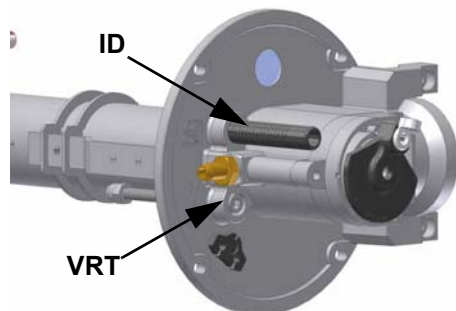
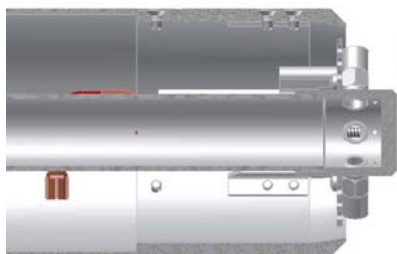

Fig. 31
Fig. 32 - Testa tutta in avanti
- 2 il bruciatore viene regolato in fabbrica con la testa di combustione in posizione "tutta avanti" per ottenere bassa emissione di NOx (Fig. 32). Per posizione "tutta avanti" della testa, si intende verso l'interno della caldaia, mentre per "tutta indietro" si intende verso l'operatore. Per quanto riguarda il funzionamento a potenza maggiore, spostare progressivamente la testa di combustione verso la posizione "tutta indietro", ruotando la vite **VRT** (Fig. 31). L'indice **ID** indica lo spostamento della testa di combustione.